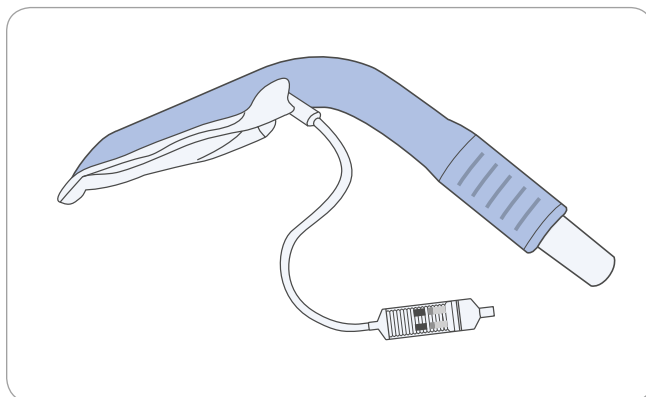

図 8. 脱気中にカフが楔形になったら、シリンジをインフレーションラインから切り離してください。
4. シリンジは張力を保持したまま、インフレーションポートから素早く切り離します。これにより、**図 8** に示すとおりマスクが正しく脱気されます。